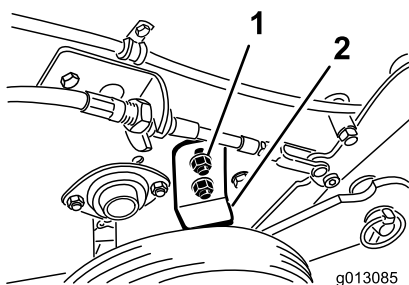

Figure 19
2. Desserrez les écrous qui fixent la butée de roue sur le côté droit de la machine (Figure 19).